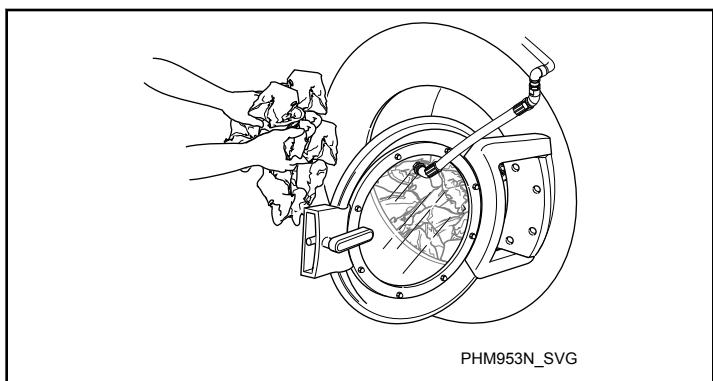

図 46
3. 可能な量の洗濯物を投入します。入れすぎないでください。 図 46 を参照してください。